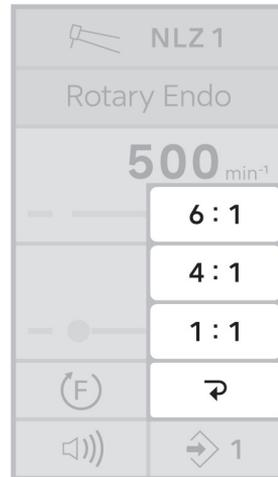

Figure 14.
2. Sélectionner le rapport de transmission de la pièce à main à utiliser (Figure 14).